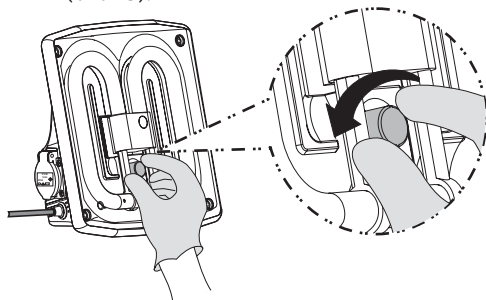

bild 18
5.2.2 Avlägsna den förbrukade startern: vrid starter motsols och dra ut den ur startmodus. (bild 18).